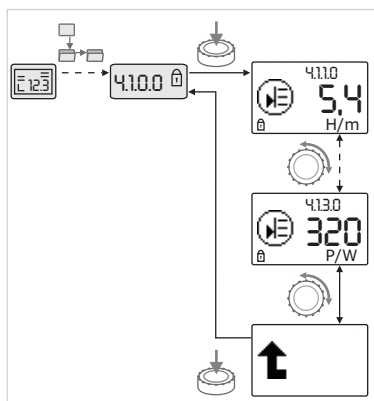

Fig. 46: Info pärimine
- Liikuge juhtnupu keeramisega lahti oleva alammenüü „Info“-tüüpi menüüelementidele (vt Fig. 46). Seadeid tähistavate sümbolite selgitused leiab tabelist ptk 8.7 „Viited menüüelementidele“ leheküljel 36.